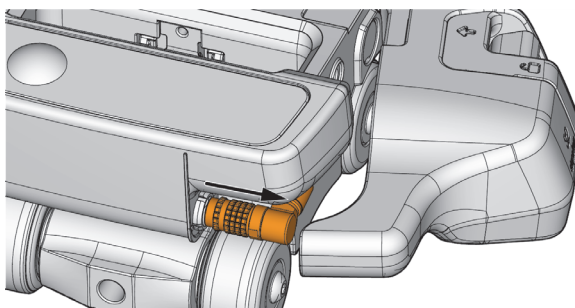

Figura 2-6 Scollegamento del cavo dell'encoder
2. Riporre a lato con cautela l'unità encoder e scollegare l'encoder dal modulo ScanDeck (vedi Figura 2-6 a pagina 52).